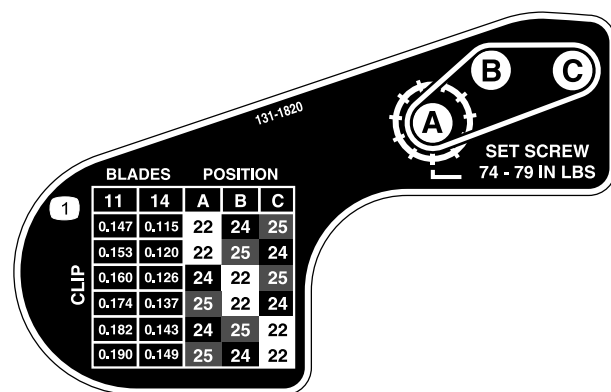

Figure 18
6. En vous aidant du tableau imprimé sur l'autocollant illustré à la Figure 18, déterminez le réglage de coupe voulu et les poulies qui devront être déplacées.
9. Posez chaque poulie selon la configuration indiquée sur l'autocollant (Figure 18).